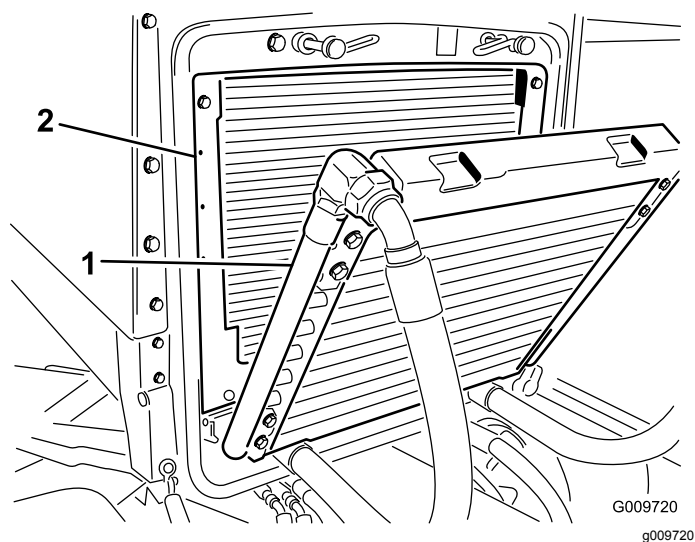

Figura 51
3. Incline o refrigerador de óleo para trás. Limpe ambos os lados do refrigerador de óleo e a zona do radiador (Figura 51) com ar comprimido. Comece a partir da parte frontal e sopre os detritos para fora na direção da parte posterior. Depois, limpe a partir da parte posterior e sopre na direção da parte frontal. Repita o procedimento várias vezes até remover toda a sujidade e detritos.